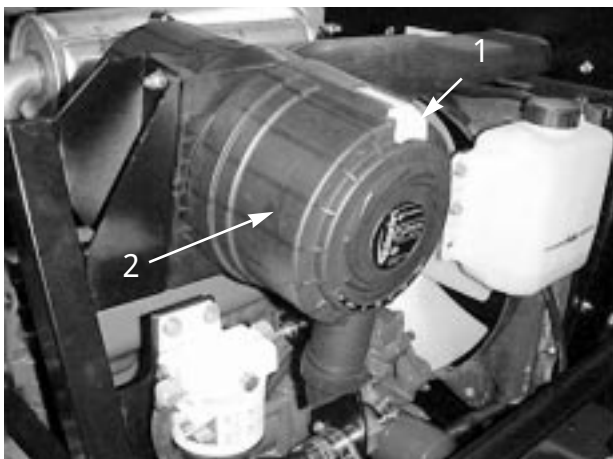

図 28
400 運転時間ごと、又はエアクリーナ・インジケータ (図 28) が赤に変わったら直ちに、フィルタの手入れを行ってください。フィルタの手入れを余り頻繁に行うのはよくありません。
- 1 . ラッチを外し、カバーを左にひねってボディーからはずし、カバー内部を清掃する (図 28)。
8. インジケータ（図28）が赤になっている場合はリセットする。